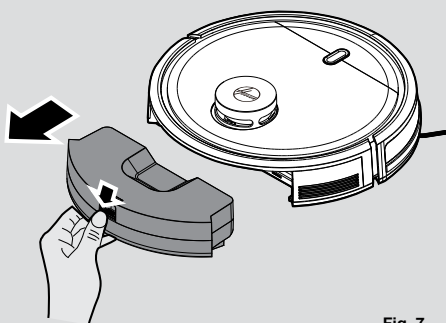

Fig. 7
1. Tryck på frigöringsknappen och dra ut den. [Fig. 7]
1. Ta bort dammbehållaren efter dammsugningen, tryck på frigöringsknappen och dra ut den. [Fig. 7]